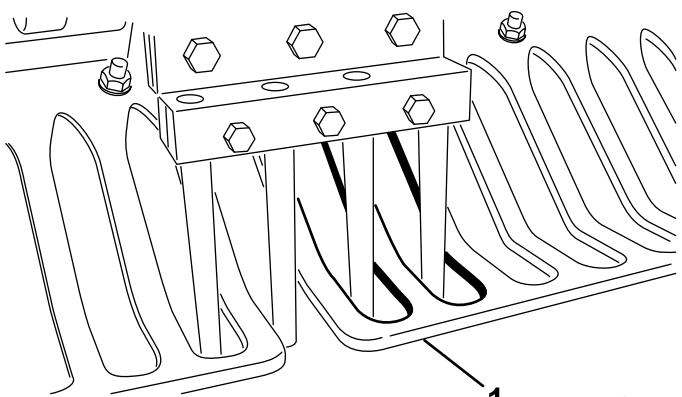

**Figure 62**
1. Desserrez les boulons et écrous qui fixent le déflecteur latéral au châssis (Figure 62).